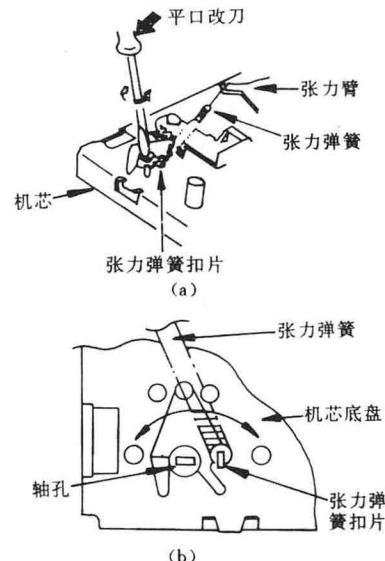

图 11 反向张力的调整
(2) 反向张力的调整, 如图 11。
$10^{-3}\text{N} \cdot \text{m}$ (23~28g · cm)。有时也可以从重放图象的稳定性和磁带的张弛情况, 根据维修经验来辨别反向张力的大小是否合适。如果感觉磁带松弛(反向张力过小), 可用平口改刀斜插入图 11 中的轴孔顺时针方向(A 方向)旋转张力弹簧扣片, 使弹簧略微拉紧, 增加反向张力。反之, 向 B 方向移动张力弹簧扣片, 则可减小反向张力。